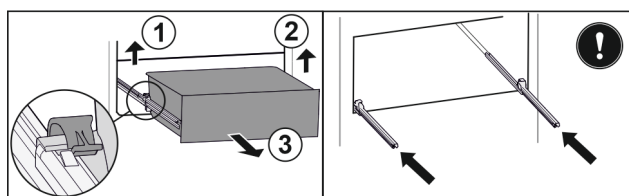

Fig. 147
- ▶ Lyft vänster klämma och dra samtidigt utdragslåda till vänster framåt. Fig. 147 (1)
- ▶ Lyft höger klämma och dra samtidigt utdragslåda till höger framåt. Fig. 147 (2)
- ▶ Ta ut utdragslåda genom att dra den framåt. Fig. 147 (3)